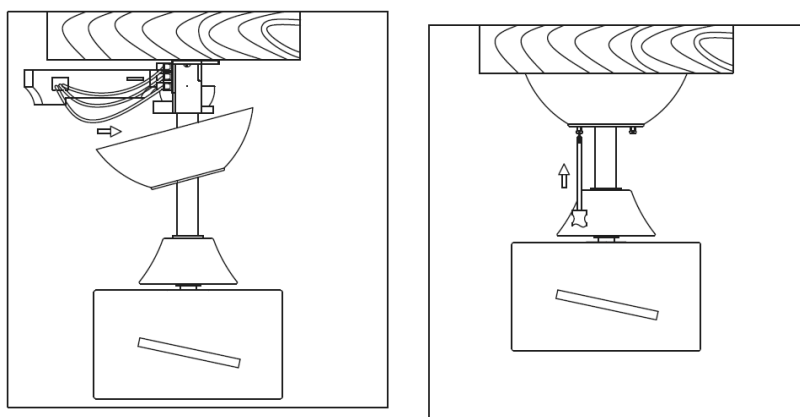

**Fig. 9**
4. **Suspendez le ventilateur au support de montage (section «Suspension du ventilateur» et Fig. 9)**
## **SUSPENSION DU VENTILATEUR (Fig. 9)**
Soulevez le ventilateur complet pour le placer sur le support de montage. Assurez-vous que l'encoche clé (A) de la rotule de la suspension est positionnée sur la goupille clé (B) du support de montage (C) pour empêcher le ventilateur de tourner lorsqu'il fonctionne. (Fig.9)